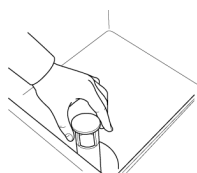

Fig.12
- 1- Ouvrir la porte et vérifier que toutes les composant, trop-plein inclus, soient dans leur logement. (Fig.12)